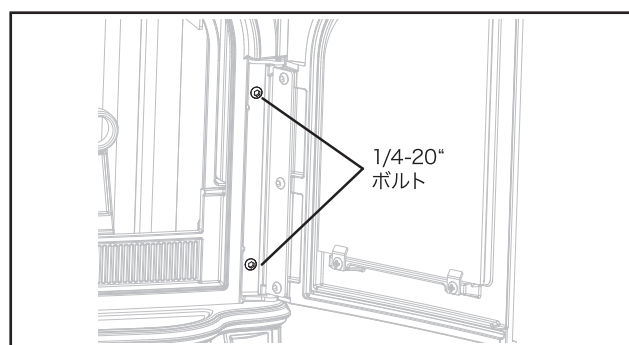

図3.1 ドア内側のボルト位置。
1. ドアの内側に設置されている1/4-20"のボルトを外し、左右のドアアッセンブリを外します。(図3.1)